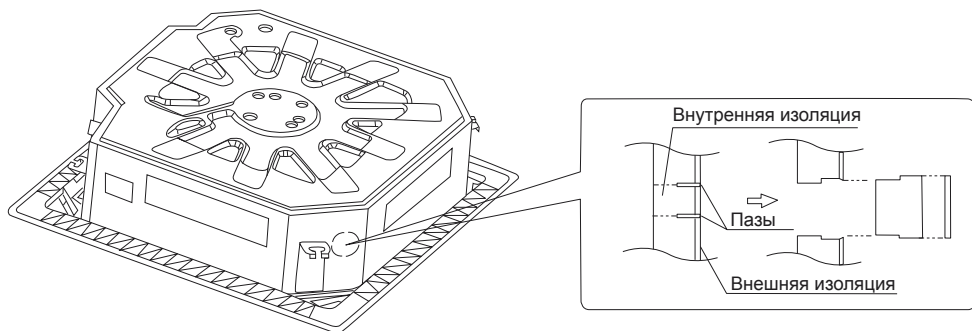

Рис. 4
- Диаметр отверстия 65 мм. Максимально возможный подмес приточного воздуха не более 10%. Для подключения воздуховода приточной вентиляции аккуратно удалите заглушку (рис.4).